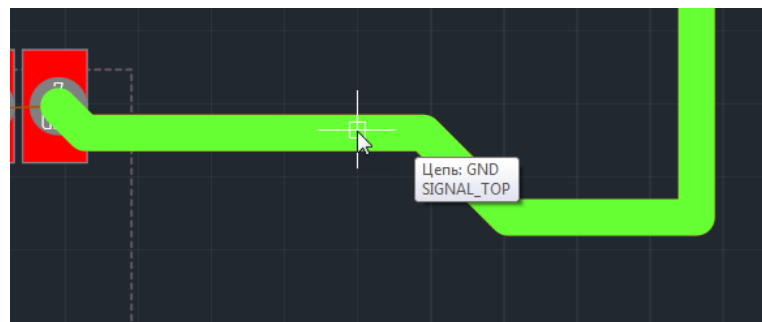

Рис. 216 Подсветка трека под курсором
1. Активировать инструмент «Выбрать» и навести курсор на трек, см. Рис. 216. Трек будет подсвечен, а рядом с курсором отобразится имя цепи.